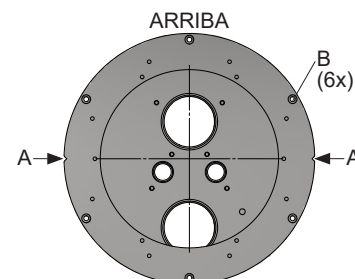

Figura. 1
1. Practique un orificio de Ø258 mm en la pared de la piscina. Oriente el nicho según indica la figura 1. Utilice el nicho a modo de plantilla para hacer seis orificios de Ø5 (vea B en la figura 1).
3. Extienda una capa homogénea de silicona de unos 2 mm de grosor alrededor del orificio y por el lado de la junta (pos. 17) que vaya a quedar orientado hacia la pared de la piscina. Aplique también silicona en los orificios perforados. Coloque el nicho en la pared de la piscina con la junta entre la parte posterior de la brida del nicho y la pared de la piscina. Atornille el nicho con los tornillos que se incluyen (pos. 2) en el anillo de sujeción (pos. 16) que se coloca en la parte exterior de la pared de la piscina.
4. Atornille la abrazadera (pos. 7) al nicho (aquí pueden omitirse las juntas que se incluyen con el juego básico para el montaje en piscinas de pared delgada). Par de apriete de 5Nm. Los tornillos deben engrasarse.
5. Monte la rejilla de aspiración (pos. 9) y el frontal de acero inoxidable. (Estos tornillos deben engrasarse.)
1. Practique orificios en la pared de la piscina/mole y ajuste el nicho. Vea la figura 1. La brida del nicho debe quedar al mismo nivel que la pared de piscina terminada.